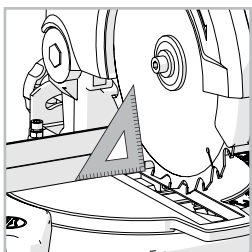

Fig. 8
- Placez l'équerre de réglage sur la table avec le côté court contre la table et l'autre côté court contre la lame (évitant les plaquettes en carbure de tungstène). **(Fig. 8)**